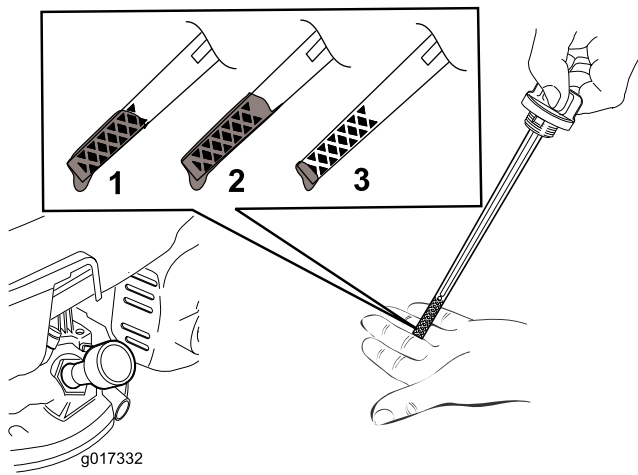

Figura 11
5. Per determinare qual è il corretto livello di olio sull'asta, vedere Figura 11.
**Nota:** Riempite la coppa dell'olio motore fino a quando l'asta di livello non indica che il livello dell'olio è corretto, come illustrato nella Figura 11. Se riempite eccessivamente il motore, estraete l'olio in eccesso come indicato in Cambio dell'olio motore \(pagina 16\).